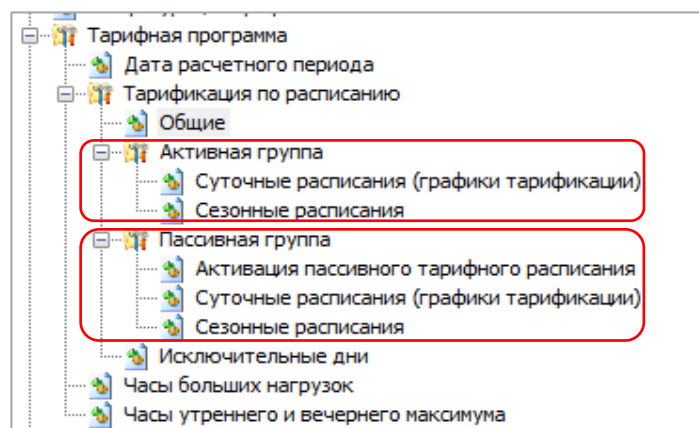

Рисунок 100
- 32 суточных расписаний переключения тарифа, в каждом до 16 точек переключения тарифа (см. рисунок 100). Одна точка переключения тарифа содержит: время начала действия тарифа (чч:мм) и тариф (т)) (рисунок 102); Порядок задания тарифов – произвольный. Если переключение не используется, то в соответствующих полях необходимо установить значения: время – 00:00, тариф – нет;
- 12 сезонных недельных расписания (см. рисунок 100). Каждое содержит: дату начала действия расписания (дд.мм) и номер суточного расписания переключения тарифов для каждого дня недели (пн, вт, ср, чт, пт, сб, вс) от 1 до 32 (рисунок 103). Если сезонное недельное расписание надо отключить, то в графе «Использовать» задается «-», в противном случае «+»;
Исключительные дни (48 штук)²² применяются сразу после записи (см. рисунок 100). Каждый исключительный день содержит, месяц год и номер суточного расписания переключения тарифа от 1 до 32 (см. рисунок 104). Если исключительный день не используется, то в графе «Использовать» задается «-», в противном случае «+».